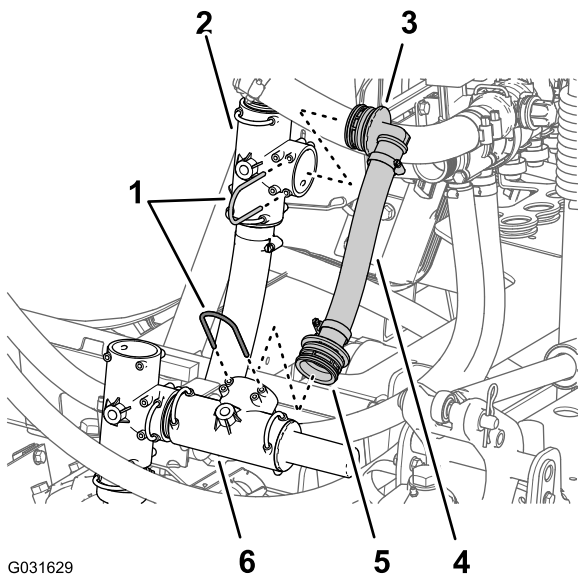

Bild 34
1. Nehmen Sie den Halter ab, mit dem das gerade gezahnte Anschlussstück des Druckentlastungsschlauch am Druckentlastungsventil für das Sprühsystem befestigt ist (Bild 34)
3. Entfernen Sie den Druckbegrenzungsschlauch und die Anschlussstücke von der Maschine (Bild 34).